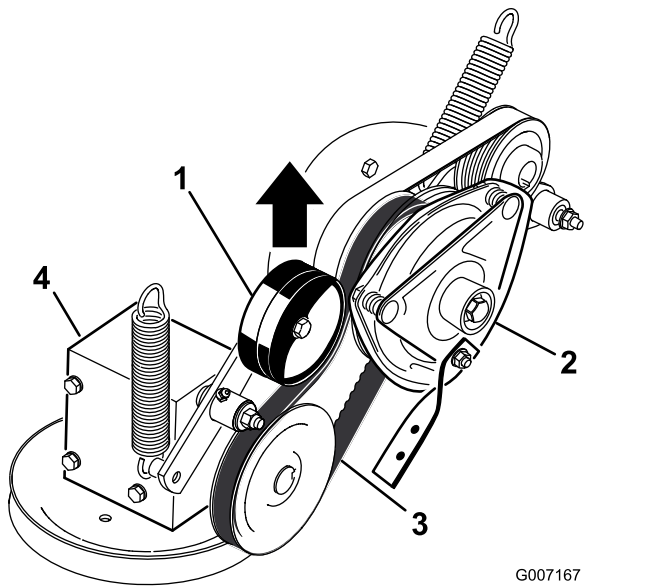

Figura 63
5. Tirate verso l'alto la puleggia tendicinghia caricata a molla per la cinghia di trasmissione della PDF e rimuovete la cinghia dalla puleggia della frizione (Figura 63).
17. Tirate verso l'alto il tendicinghia caricato a molla per la cinghia di trasmissione della PDF e montatelo sulla puleggia della frizione (Figura 63).